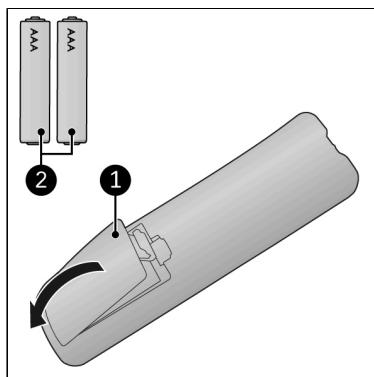

Figure 66.
1. Retirez le couvercle (Figure 66, pos. 1).
3. Insérez deux piles (AAA 1,5V) (Figure 66, pos. 2) comme indiqué dans le compartiment. Veillez à insérer les piles correctement.